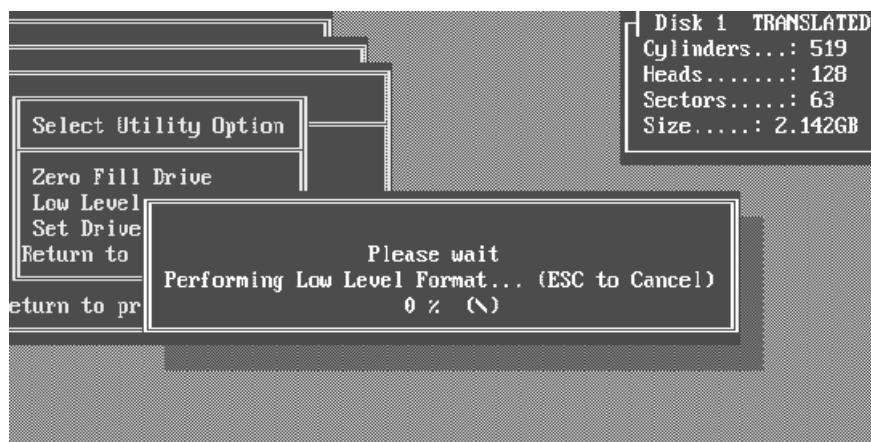

图 3-71 显示低级格式化进度
(7) 选择完毕，就开始硬盘低级格式化的操作，其中用百分比显示进度。如图 3-71 所示。